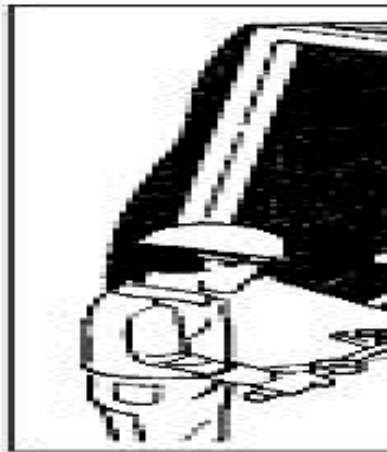

Рис. 1-23
- Настоятельно рекомендуется проверять состояние системы ROPS. Элементы данной системы не должны иметь следов ржавчины, повреждений, трещин или деформаций. Все болтовые соединения должны соответствовать техническим требованиям и должны быть затянуты. (Рис.1-23). В случае повреждения элементов системы ROPS, необходимо провести замену на новые.